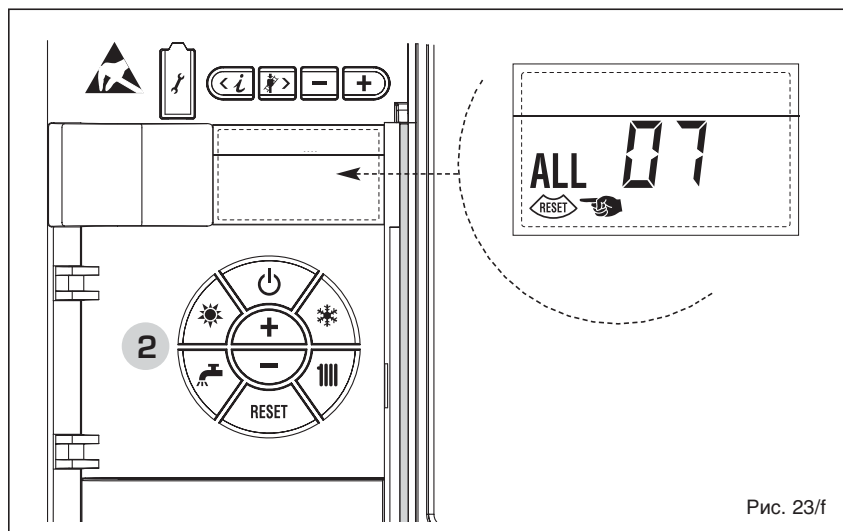

Рис. 23/f
– НЕПОЛАДКА - ПАРАЗИТНОЕ ПЛАМЯ, «ТРЕВ. 08» (рис. 23/g)